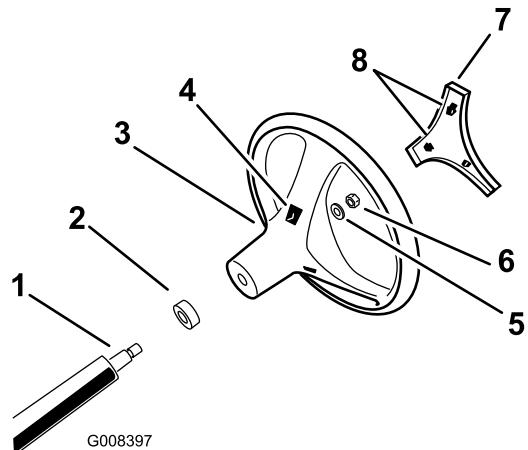

Рисунок 3
| 5. Совместите выступы крышки с пазами в рулевом колесе и запечатните крышку на ступице рулевого колеса (Рисунок 3). | |
- Закрепите рулевое колесо на валу с помощью контргайки (Рисунок 3). Затяните контргайку с моментом от 24 до 29 Н•м.